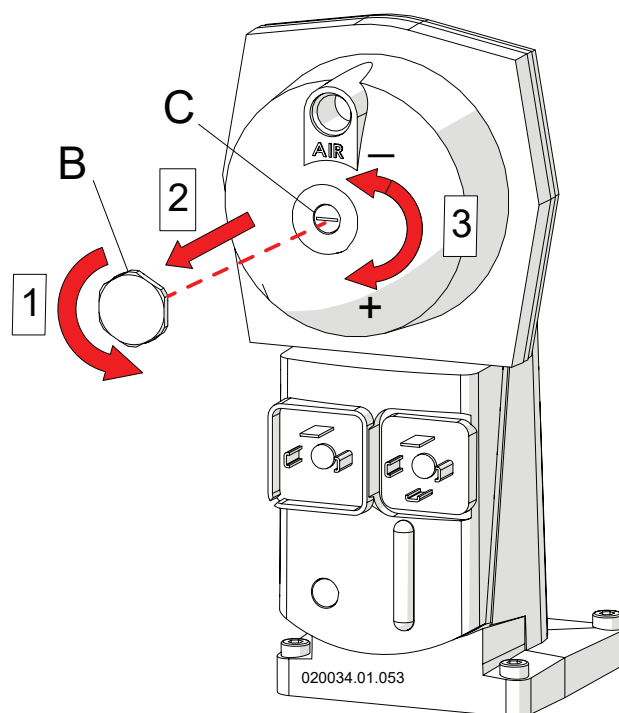

Figura 6-6 - Regolatore CO₂ alla minima potenza
- 15.- assicurarsi di leggere il valore per il tipo di gas in uso. Il valore di CO₂ misurato deve essere entro i valori riportati, se ciò non fosse occorre correggerlo tramite la vite del regolatore di CO₂ alla minima potenza (la vite di regolazione "C" si trova sotto al tappo "B" di Figura 6-6):
Legenda Figura 6-6
- 9.-se il valore non è entro i limiti di cui sopra, operare sulla vite "C" di Figura 6-6, ruotandola in senso orario per aumentare la pressione, viceversa per diminuirla.